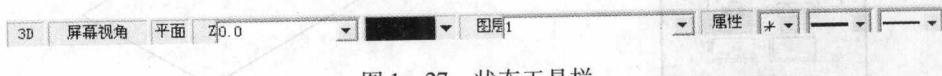

图 1-27 状态工具栏
(1) 在如图 1-27 所示状态工具栏的【Z】中输入新的构图深度位置，直接用键盘输入“10”后按回车键确认。